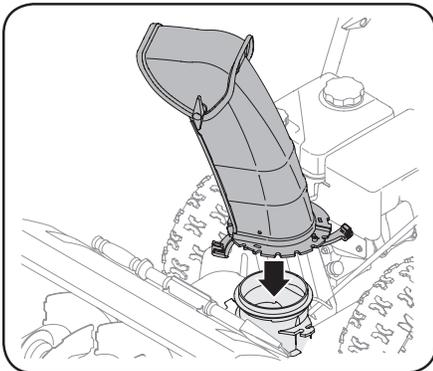

Figura 2-7
1. Ubique el conjunto del canal sobre la base. Consulte Figura 2-7.